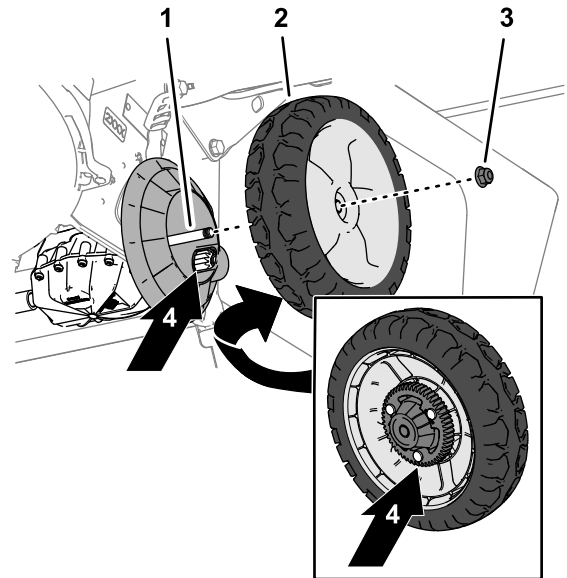

Figure 30
1. Retirez le contre-écrou à embase et la roue du boulon d'essieu (Figure 30).
2. Nettoyez les débris présents autour des engrenages de la roue (Figure 30).
3. Après le nettoyage, appliquez une fine couche de produit antigrippant sur les engrenages (Figure 30).
4. Fixez la roue sur le boulon d'essieu avec le contre-écrou à embase (Figure 30).